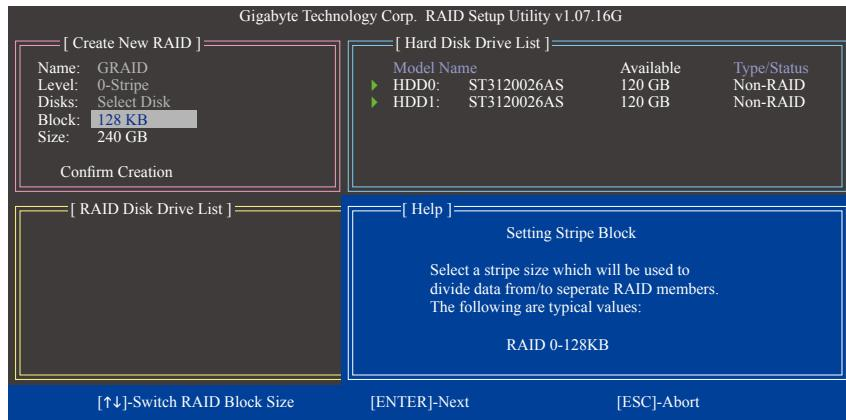

图6
- 设置磁盘窗口大小(Block): 若选择制作RAID 0, 需指定磁盘窗口大小。以 $\uparrow\downarrow$ 或 $\leftarrow\rightarrow$ 键选择需要的磁盘窗口大小(图6), 可调整大小从4 KB至128 KB。完成后请按 $<\text{Enter}>$ 键。